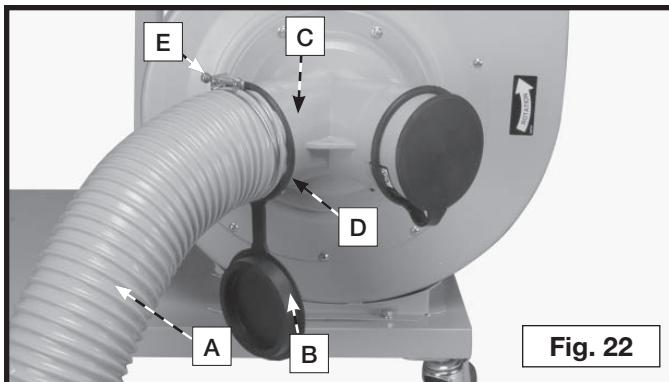

Fig. 22
1. Para montar la manguera de entrada (A) Fig. 22 al ensamblaje del ventilador, retire la tapa de polvo (B) del orificio de entrada de polvo (C) y deslice el cuello de la tapa de polvo (D) más encima del orificio de entrada de polvo (C), como se muestra. **IMPORTANTE: NO RETIRE LA TAPA DE ENTRADA DEL ORIFICIO DE ENTRADA.**
2. Coloque la abrazadera de la manguera (E) Fig. 22, en un extremo de la manguera flexible (A) y Monte la manguera al orificio de entrada de polvo (C). Apriete la abrazadera de la manguera (E).